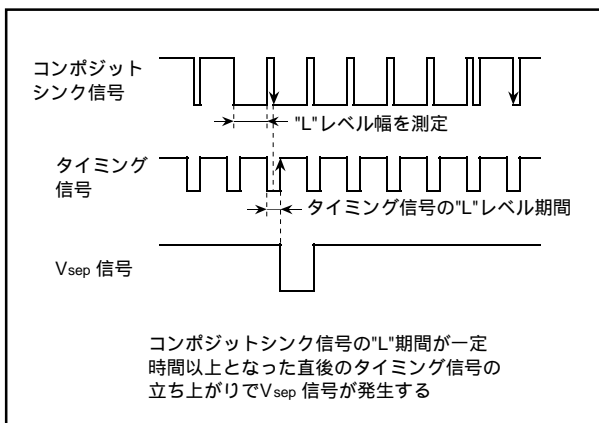

図14.6 Vsep発生タイミング (方法2)
- ・方法2 コンポジットシンク信号の“L”レベル幅を測定し、一定時間以上であれば、その“L”レベル直後のタイミング信号の“L”レベル期間中に、コンポジットシンク信号の立ち下がりがあるかを検出します。立ち下がりがある場合は、タイミング信号の立ち上がりで同期してVsep信号を発生します (図14.6参照)。
発生タイミングを図14.6に示します。図中のタイミング信号はタイミング発生回路が出力する基準クロックをもとに発生されます。